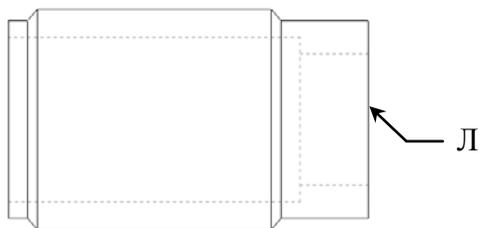

Рис. 2.12
5. Полученная деталь должна выглядеть так (рис. 2.12).